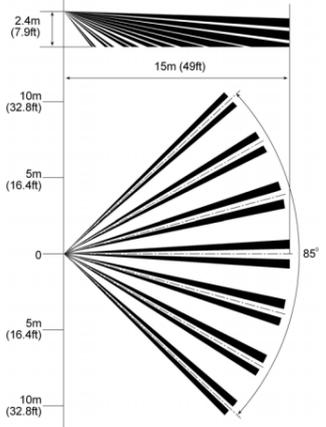

Fig 4A Lens Pattern I Patrón de la lente I Portée de la lentille I
Choose a location most likely to intercept an intruder. See detection pattern (Fig. 4A). The Quad high quality sensor detects motion crossing the beam; it is less sensitive detecting motion towards the detector. The LC-100-PI / LC-120-PI perform best when provided with a constant and stable environment.
- Connect wire to terminal block. (Fig. 4A)
**NOTE:** The "SENS" potentiometer may need to be adjusted to the Maximum position in order to achieve maximum area of coverage as indicated in Fig. 4A.
Esoja una ubicación en la que estime más probable la intercepción de un intruso. Véase el patrón de detección (Fig. 4A). El detector Quad de alta calidad detecta el movimiento que cruza el haz, y es menos sensible en la detección del movimiento hacia el propio detector. El LC-100-PI / LC-120-PI presenta un comportamiento óptimo en un entorno constante y estable.
- Conectar los alambres en los bloques de terminales. (Fig. 4A)
**NOTA:** Puede que tenga que ajustar el potenciómetro "SENS" a la posición Máxima para conseguir la máxima superficie de cobertura, tal y como se indica en la fig. 4A.
Choisissez l'emplacement le plus approprié pour intercepter un intrus. Voir la portée de détection (Fig. 4A). Le capteur Quad haute qualité détecte tout mouvement croisant le faisceau ; la détection du mouvement est moins sensible en se rapprochant du détecteur. Les performances du LC-100-PI / LC-120-PI sont optimales lorsqu'il se trouve dans un environnement constant et stable. Évitez les emplacements suivants
- Reliez le fil au bloc terminal. (Fig 4A)